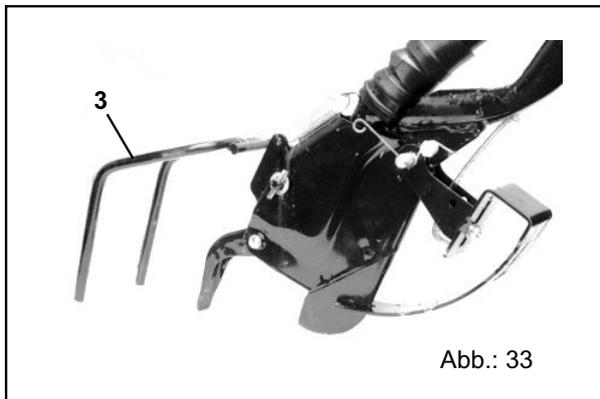

Abb.: 33
**Griffe de recouvrement du soc (fig. 33):** uniquement pour les socs à traction